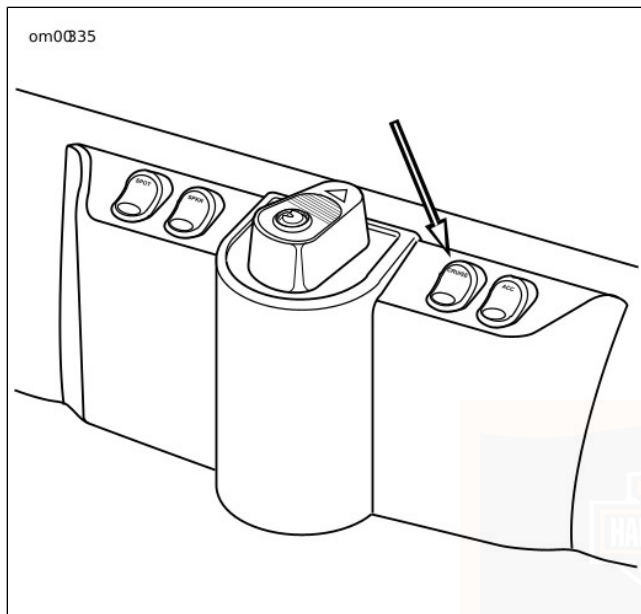

Figure 11. Commutateur de régulateur de vitesse (CRUISE) du capot de carénage
- Voir Figure 11. Un témoin orange sur le commutateur de régulateur de vitesse indique que le régulateur de vitesse est en position MARCHE ou ARRÊT.
Voir Figure 11. Un commutateur de régulateur de vitesse du capot de carénage situé à droite de l'interrupteur à clé/phare permet de mettre en marche/arrêter le système du régulateur de vitesse. Un voyant orange sur le commutateur de régulateur de vitesse indique que le régulateur de vitesse est en position MARCHE.